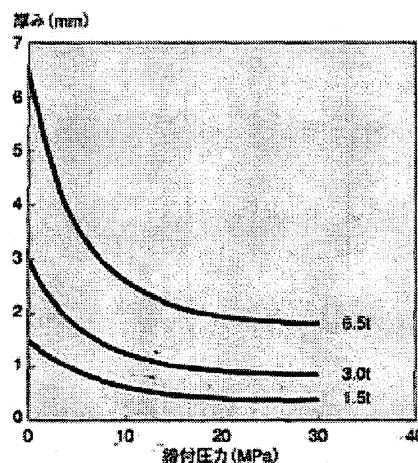

図 3.9 特殊加工 PTFE ガスケットの締付面圧と厚さの関係の例5)
- (3) 特殊加工 PTFE シートは、他のガスケットに比べ締付け時の圧縮量が極めて大きい。一般的なガスケットでは初期厚さの 1/3 程度になる(図 3.95))。締付不足にならないよう適正な締付面圧が掛けられるように注意して締付ける。初めて扱う場合は、メーカーによる指導を受けることが推奨される。ガスケットの構造上、ガスケット内部に空気が含まれているので、初期はその空気が押し出されてくる。したがって、石けん水による気密試験は内包されている空気の影響がなくなってから行う必要がある。